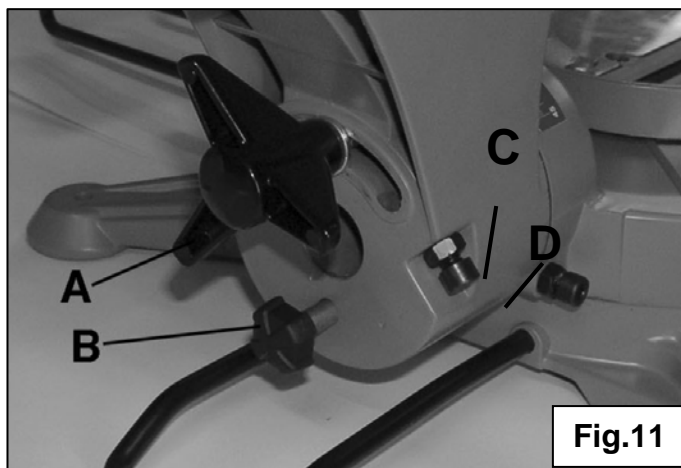

**Fig.10**
- Allentate i dadi di bloccaggio **(A)** **Fig.10** (situati su ciascun lato del pomello di inclinazione della testa della troncatrice) per liberare i due bulloni **(B)**.